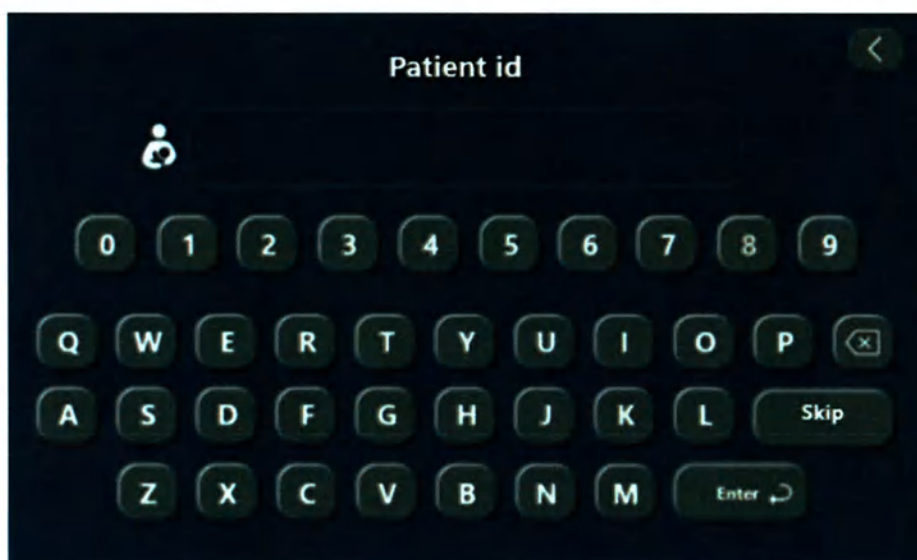

Рис. 9.7 - Экран идентификации пациента
8. После подтверждения появится экран идентификации пациента (см. Рис. 9.7):